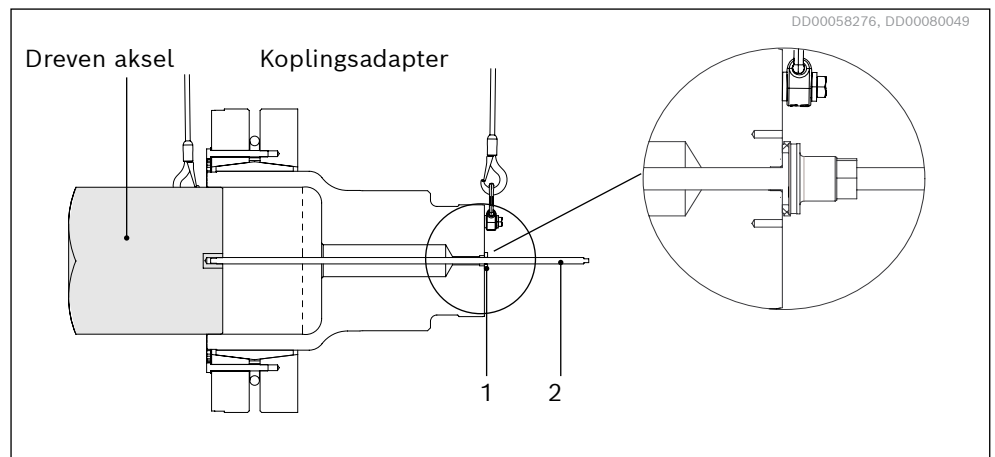

Fig. 35: Montere koplingsadapteren på den drevne akselen med monteringsverktøyet.
3. Stikk monteringsverktøyet gjennom midten av koplingsadapteren og skru det inn i den drevne akselen ved å bruke firkantnøkkelen i enden av verktøyet, se *Fig. 35*.